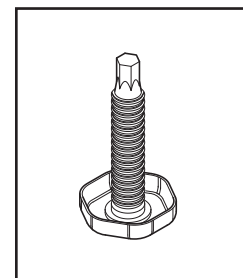

Fig. 01 Pied Réglable
- Positionner le tiroir frigorifique. Faire tourner les pieds réglables avant dans le sens des aiguilles d'une montre (Fig. 01) pour abaisser le pied réglable avant. Soulever le devant de l'appareil jusqu'à ce qu'il soit stable et de niveau.